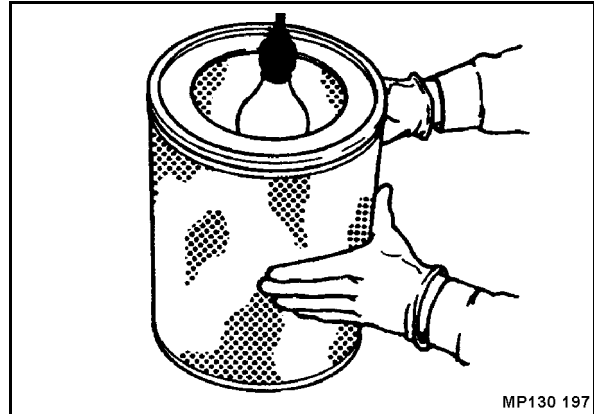

Рис. 138
- Проверить очищенный или новый воздушный фильтр с помощью переносной лампы на наличие разрывов и дырок в бумажной оболочке (Рис. 138).